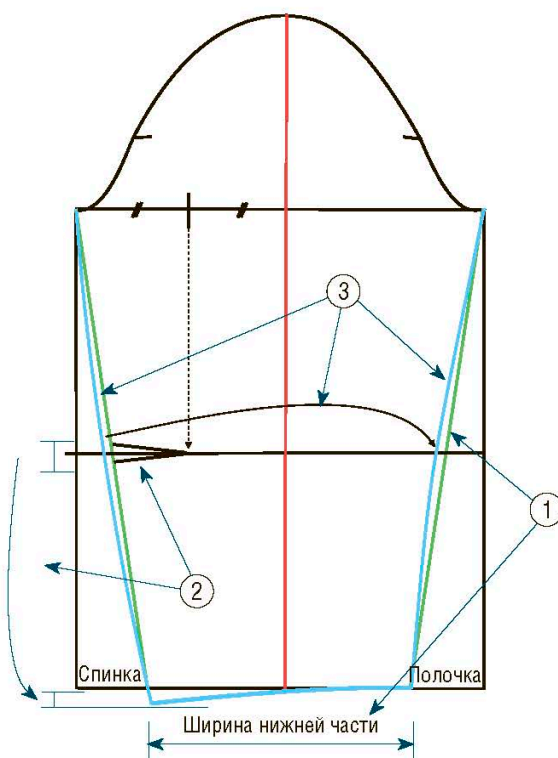

Рис. 1
① На линии нижней части базовой выкройки определите желаемую ширину рукава (см. рис. 7 на с. 14). Для поддержания пропорций ширины разделите на два мерку обхвата запястья, а затем прибавьте 0,5 см по линии спинки и отнимите 0,5 см по линии полочки. Соедините прямыми линиями (обозначены зеленым на рис. 1) крайние точки этой ширины с линией проймы.
② Высота вытачки не поднимается выше половины спинки рукава (пунктирная стрелка на рисунке). Ширина вытачки зависит от габаритов руки; он будет больше для хорошо развитой руки и меньше – для тонкой. Как правило, эта мерка равняется $1/12$ обхвата руки и редко превосходит 3 см. Затем перерисуйте нижнюю часть рукава тонкой закругленной линией (голубым на рис.) Продлите спинку рукава на высоту вытачки, чтобы добиться первоначальной высоты после ее закрытия.
③ После закрытия вытачки прямая линия края рукава деформируется, она станет вогнутой на уровне локтя. Чтобы восстановить равновесие, нужно отложить мерку, равную половине ширины вытачки, на ее оси, а затем перерисовать линию, соблюдая добавленные мерки (см. закругленную голубую линию на рисунке). То же самое нужно проделать с краем полочки рукава.